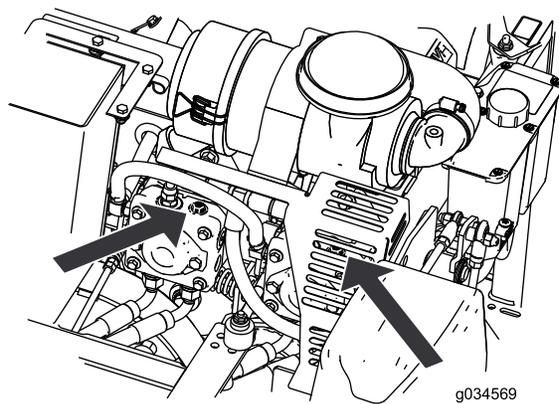

Figura 28
4. Rode ambas as válvulas de libertação uma volta no sentido contrário ao dos ponteiros do relógio para libertar o sistema de transmissão (Figura 28). Isto permite que o fluido hidráulico passe pela bomba, possibilitando a rotação das rodas.